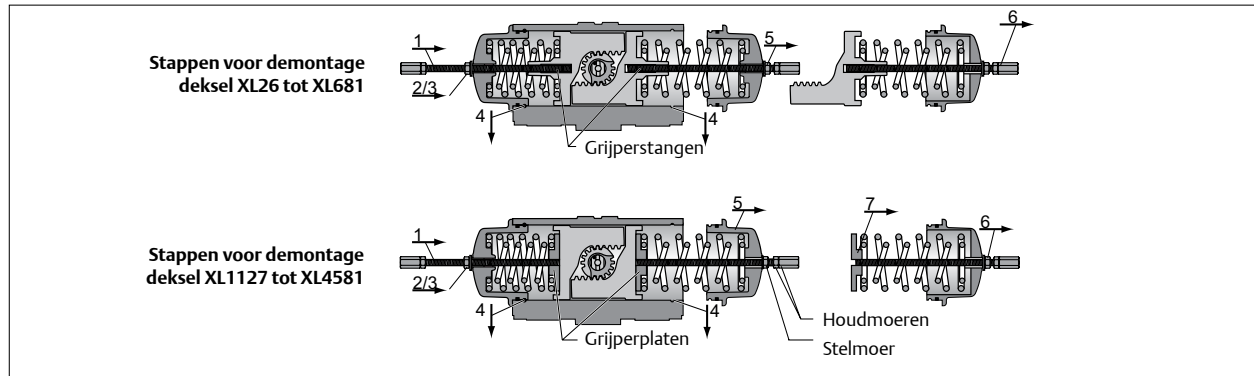

Fig. 4 Demontage eindkap
1. Maak de sluitmoeren (24) los en verwijder beide slagbegrenzers (22) en draadafdichtingen (23) of O-ringen (23a).
2. Verwijder de indicator (7) van de bovenkant van de as (19) Voor XL26 tot XL221 een imbusleutel van 4 mm gebruiken. Voor de grotere maten kan de indicator van de bovenkant van de rondsel af worden getrokken.
3. Verwijder zowel afdichtbouten (28) als afdichtingen (29) van de deksels (21).
- Voor XL 26 tot XL 681 de zuigers (20)
- Voor XL 1127 tot XL4581 de retractorplaat (20a, zie ook Fig. 4) totdat er geen speling meer is (NIET TE STRAK AANSPANNEN) en zorg ervoor dat de moer en de sluitring los staan van de voorkant van de deksel.
7. Gebruik een moersleutel om te voorkomen dat de "houdmoeren" draaien. Gebruik een andere moersleutel om beide stelmoeren een halve slag per keer met de klok mee te draaien (zie Fig. 4), omlaag over de stangen, totdat er exact twee volledige slagen bereikt zijn. Hierdoor worden de
- Voor XL 26 tot XL681 de zuigers (20)
- Voor XL 1127 tot XL4581 de retractorplaat (zie ook Fig. 4) naar de deksels (21) getrokken en de veren samengedrukt. Doordat de veren worden samengedrukt, verdwijnt de veerkracht en komt de SAFEKEY los, zodat deze verwijderd kan worden.
10. Nadat beide SAFEKEYS zijn verwijderd, een moersleutel gebruiken om de as te draaien, waarbij u de zuigers (20) uit elkaar beweegt, totdat ze de deksels gedeeltelijk van de behuizing weg drukken.
- Voor XL 26 tot XL681 komen de zuigers (20), de veren en de eindkap naar buiten
11. Om de constructie met het verenpakket intact te houden (zie Fig. 4), de retractorstang op zijn plaats laten. Om het verenpakket te demonteren, de stelmoer op de retractorstang losschroeven om de veerkracht op te heffen, terwijl u ervoor zorgt dat de stang niet draait door een moersleutel op de houdmoeren te plaatsen.